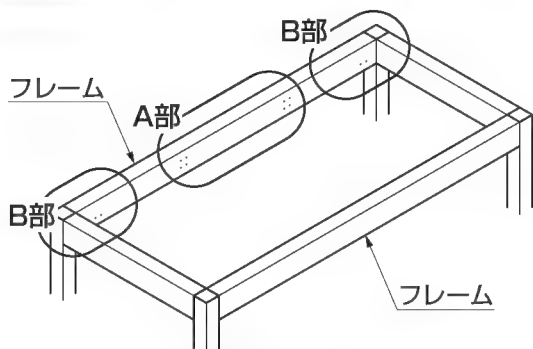
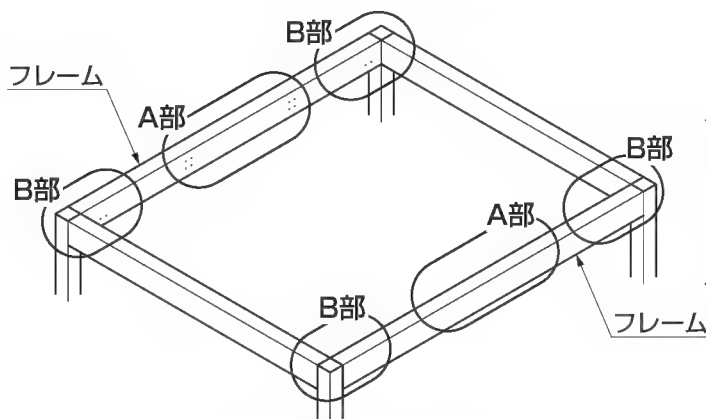
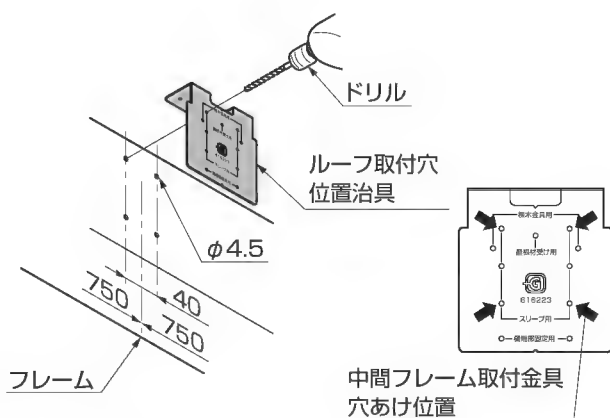
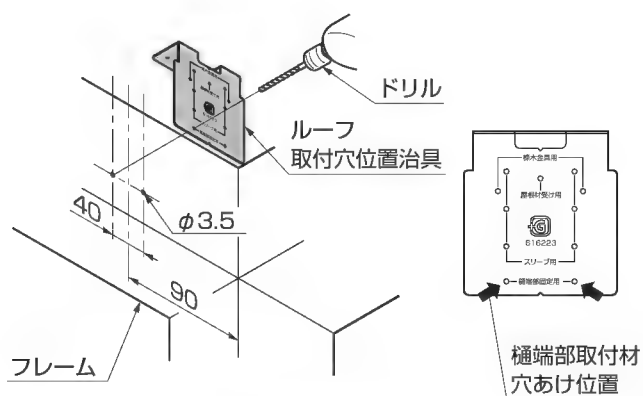

図2-1 シングルの場合
図2-3 ダブルの場合
図2-5 A部中間フレーム取付金具の穴あけ
図2-6 B部樋端部取付材の穴あけ
- ① ルーフ取付穴位置治具をあて、ケガキ、ドリルでφ4.5の穴を雨樋を取付ける側のフレームにあけてください。（図2-1、図2-3、図2-5参照）
- ② フレーム面から90mm程度の位置にルーフ取付穴位置治具をあて、ケガキ、ドリルでφ3.5の穴を雨樋を取付ける側のフレームにあけてください。（図2-1、図2-3、図2-6参照）